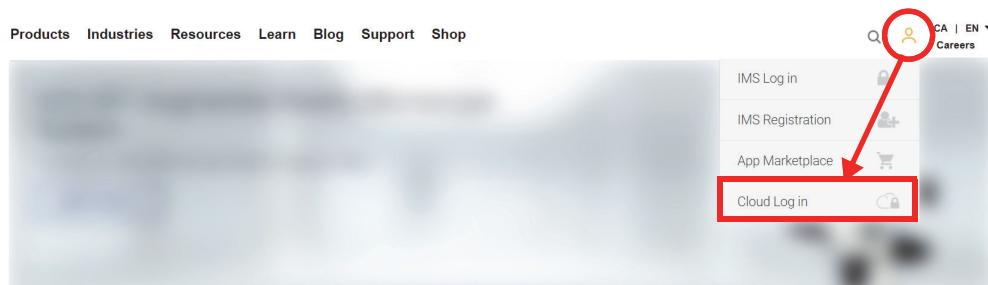

图 9-5 云登录
- 如果您需要在OSC上创建一个新账户, 请进入 www.olympus-ims.com 网站, 并点击 **Cloud Log in** (云登录) 创建您的账户 (参见第 208 页的图 9-5)。